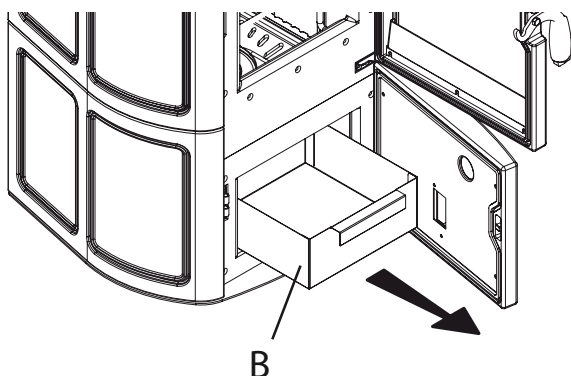

Fig. 7.2.2
- Trekk ut askeskuffen (B) (fig. 7.2.2) og tøm innholdet helt.